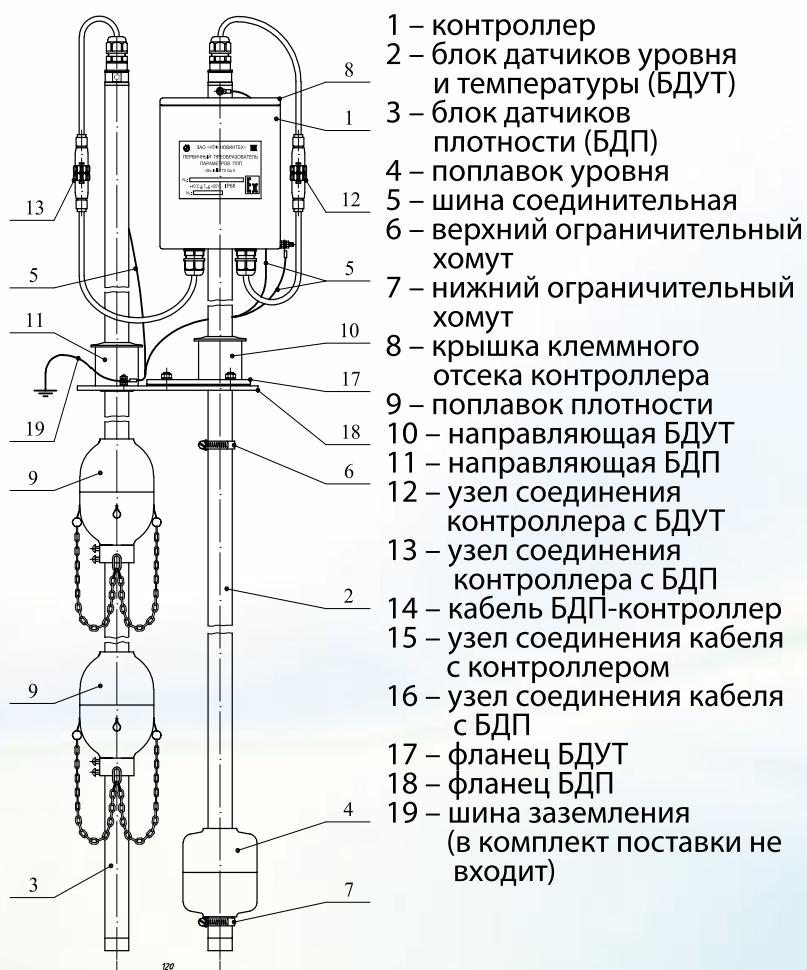

Рисунок 10 - ППП для АПЖ до 4м с датчиками уровня, температуры, плотности (погружные) с установкой на одном фланце, с возможностью подключения ДД1, ДУТ
- ППП для измерений уровня, температуры и плотности (погружные плотномеры) с установкой на один фланец с высотой взлива до 4000 мм (рисунок 10 – 2 зонда, рисунок 12 – 1 зонд).